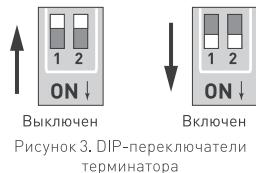

Рисунок 3. DIP-переключатели терминатора
- 3.8. Для согласования шины DMX на последнем декодере в линии включите терминатор (см. рис. 3). На остальных декодерах, подключенных к шине, терминатор должен быть выключен.
Отсутствие согласующей нагрузки на концах линии (терминаторов)	На последнем декодере в линии включите встроенный терминатор (см. рисунок 3)